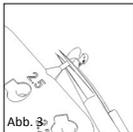

Abb. 3
■ **Abb. 3** Der zur Messung ausgewählte Sizer wird mittels einer Mikroschere abgeschnitten und mit einem Sauger oder einem anderen mikrochirurgischen Instrument ins Mittelohr transportiert.
■ **Fig. 3** The sizer selected for the measurement process is cut out using microscissors and carried to the middle ear using an aspirator or other microsurgical instrument.